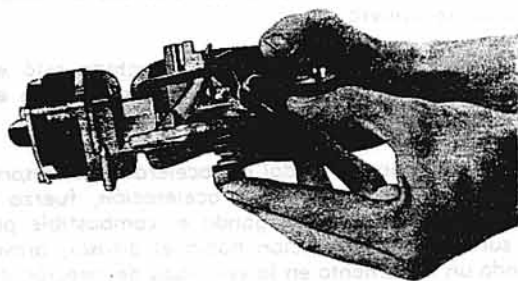

Fig. 4. - Desmontaje y montaje del pistón de la bomba de aceleración.
5. Desenganche el pistón de la bomba de aceleración, del balancín de dicho sistema, empujando hacia arriba desde abajo del pistón y deslizando el eje del mismo fuera del enganche del balancín. (Ver Fig. 4). Desmonte el pistón, de la tapa principal del carburador y extraiga la válvula de ventilación de cuba, el resorte y el asiento de este resorte. Si se utilizara nuevamente el pistón de aceleración usado, o asimismo, si se instala uno nuevo, coloque el citado pistón en un recipiente con nafta o kerosene limpio para evitar que su cuello se reseque.